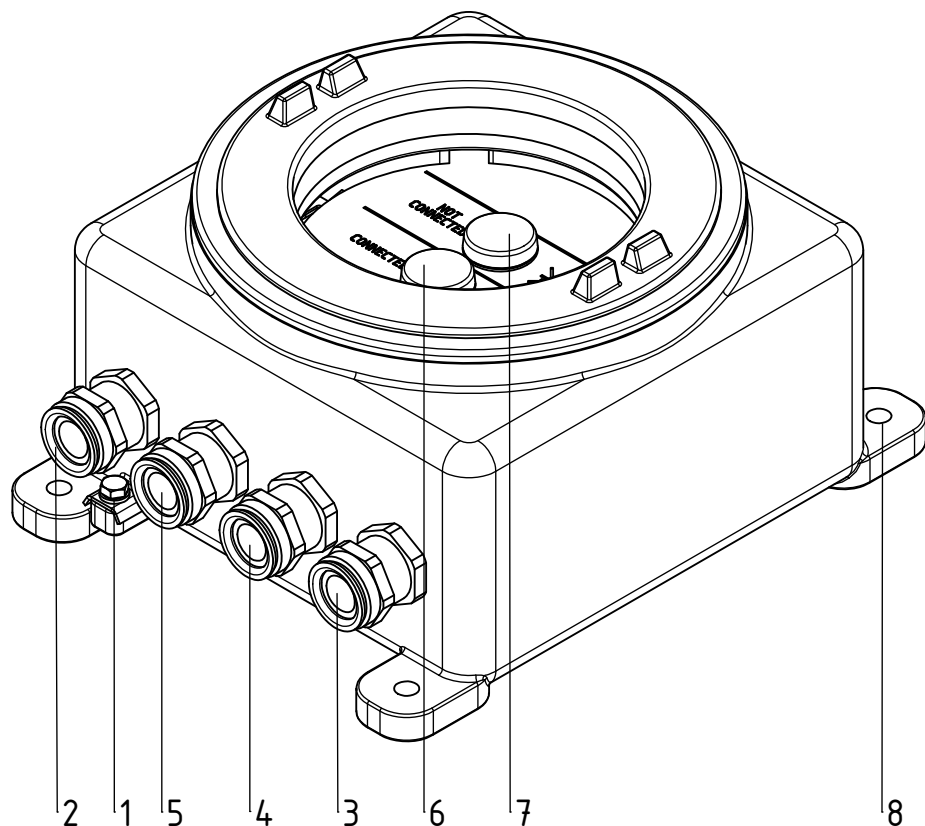

Abb. 3:
- Das Gerät muss über den externen Erdanschluss (1, Abb. 3) mit dem Potentialausgleich verbunden werden! Zusätzlich muss die Erdklemme im Innern des Gehäuses an einen Schutzleiter oder an einen Potentialausgleichsleiter angeschlossen werden (siehe Kapitel 3.2 "Elektrische Installation", Seite 17).
Das Gerät muss über den externen Erdanschluss (1, Abb. 3) mit dem Potentialausgleich verbunden werden! Zusätzlich muss die Erdklemme im Innern des Gehäuses an einen Schutzleiter oder an einen Potentialausgleichsleiter angeschlossen werden.